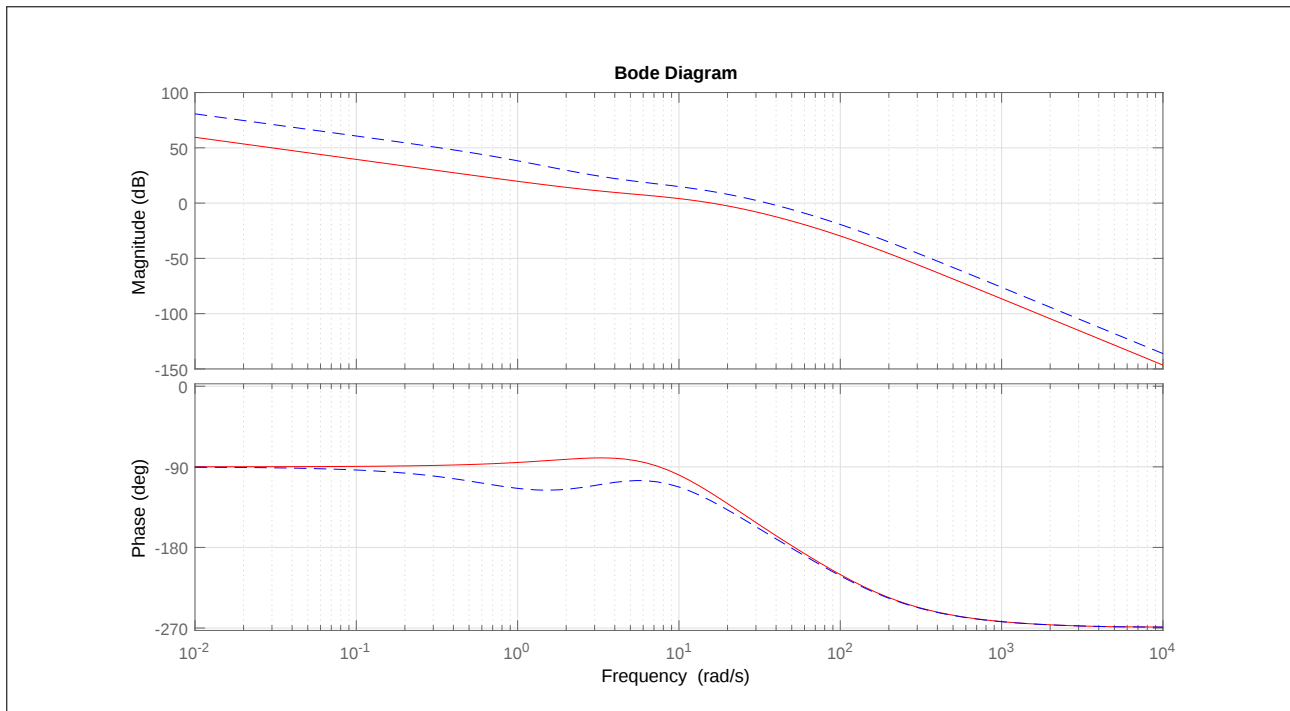
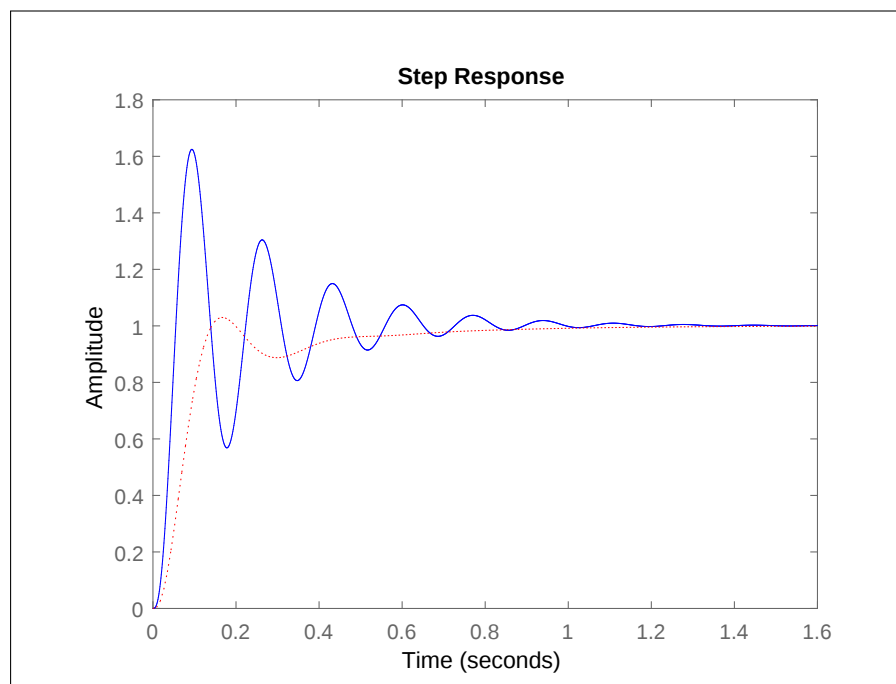

Abbildung 6
Abbildung 7
b) In Abbildung 6 sind die Bodediagramme der offenen Kreise für beide Reglerentwürfe aufgetragen. Abbildung 7 zeigt die Sprungantworten der beiden geschlossenen Regelkreise.
- i) Welcher Plot in Abbildung 6 gehört jeweils zu welchem der oben genannten Reglerentwurfsverfahren? Begründen Sie.
- ii) Welcher Plot in Abbildung 7 gehört jeweils zu welchem der oben genannten Reglerentwurfsverfahren? Begründen Sie.